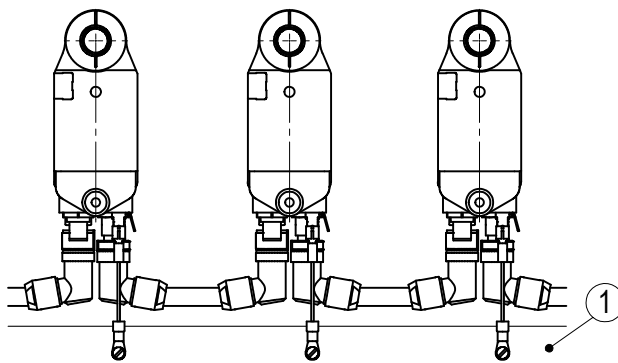

Abb. 8: Erdungsschiene
Zum Schutz vor Störungen müssen die Schirme der Signalleitungen und Netzleitung beidseitig angeschlossen werden. Potentialunterschiede führen zu unzulässigen Strömen auf dem Schirm. Den Erdungsanschluss ⑦ zwischen den Anschlusssteckern auf das Schutzleiterpotential legen (siehe Abb. 7). Verwenden Sie dazu 6,3 mm Flachstecker mit kurzer Litze 2,5 mm2 ... 4 mm2 (nicht im Lieferumfang). Bei mehreren Stellantrieben wird empfohlen die Erdung auf eine Erdungsschiene ① anzuschließen (siehe Abb. 8).